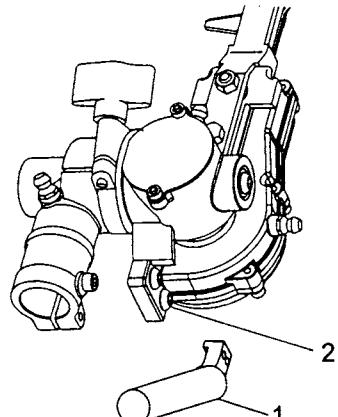

Fig. 2-2
3. Make sure the locking bolt (1) fits in the location hole (2) of tube and that the tube will not come off.
4. Tighten the clamp bolt (3) securely.
Installation of support handle (1) (Fig.2-2)
1. Remove 2pcs of hex. hole screw (2) from gear case.
2. Install support handle (1) onto gear case by removed hex. hole screws (2). Then tighten hex. hole screws securely.
4. Serrer fermement le boulon de blocage (3).
Installation du manche de support (1) (Fig.2-2)
1. Enlever les deux vis de trou hexagonal (2) à partir du train d'engrenages.
2. Installer le manche de support (1) sur le train d'engrenages au moyen des vis à trou hexagonal enlevées (2).
- Assicurarsi che il bullone di bloccaggio (1) s'accorda con il foro di fissazione (2) del tubo e che il tubo non si separa.
- Avvitare a fondo sicuramente il bullone di grappa (3).
Montaggio del manubrio di supporto (1) (Fig.2-2)
- Montare il manubrio di supporto (1) sopra il
- Ziehen Sie die Spannschraube (3) sicher fest.
Anbringung den Traggriff (1) (Fig.2-2)
- Nehmen Sie die zwei sechseckigen Schrauben (2) vom Getriebegehäuse weg.
- Richten Sie den Traggriff (1) auf dem Getriebegehäuse bei den weggenommenen seckseckigen (2). Schrauben ein. Nachdem, ziehen Sie die seckseckigen Schrauben fest.